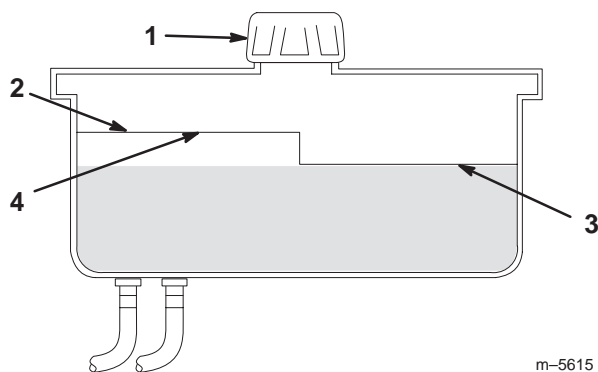

Figure 47
2. Nettoyez la surface autour du goulot de remplissage du réservoir hydraulique (Fig. 47).
3. Enlevez le bouchon du goulot de remplissage et vérifiez si le réservoir contient du liquide (Fig. 47).
Remarque : Lorsque l'huile est chaude, le niveau de liquide doit atteindre le haut du repère **à chaud** sur le déflecteur (Fig. 47).